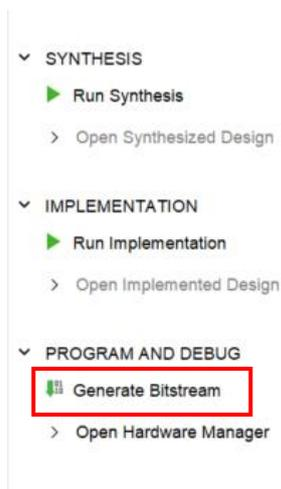
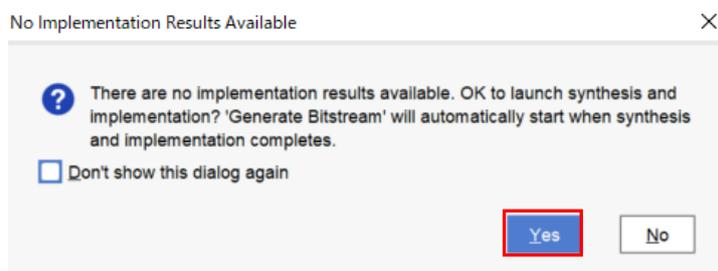
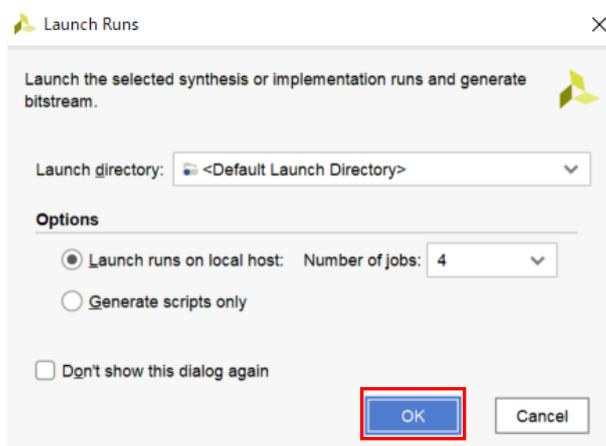

図 4-23 [Flow Navigator] - [PROGRAM AND DEBUG] - [Generate Bitstream]
図 4-24 [No Implementation Results Available] のポップアップ
図 4-25 [Launch Runs]
(15) [Flow Navigator]の[PROGRAM AND DEBUG]-[Generate Bitstream]をクリックして bit ファイルを生成します(図 4-23)。図 4-24 のようなポップアップが出たら[Yes]を、[Launch Runs] (図 4-25)では[OK]をクリックすると Vivado で合成、インプリメンテーションおよび bit ファイル生成を続けて行います。